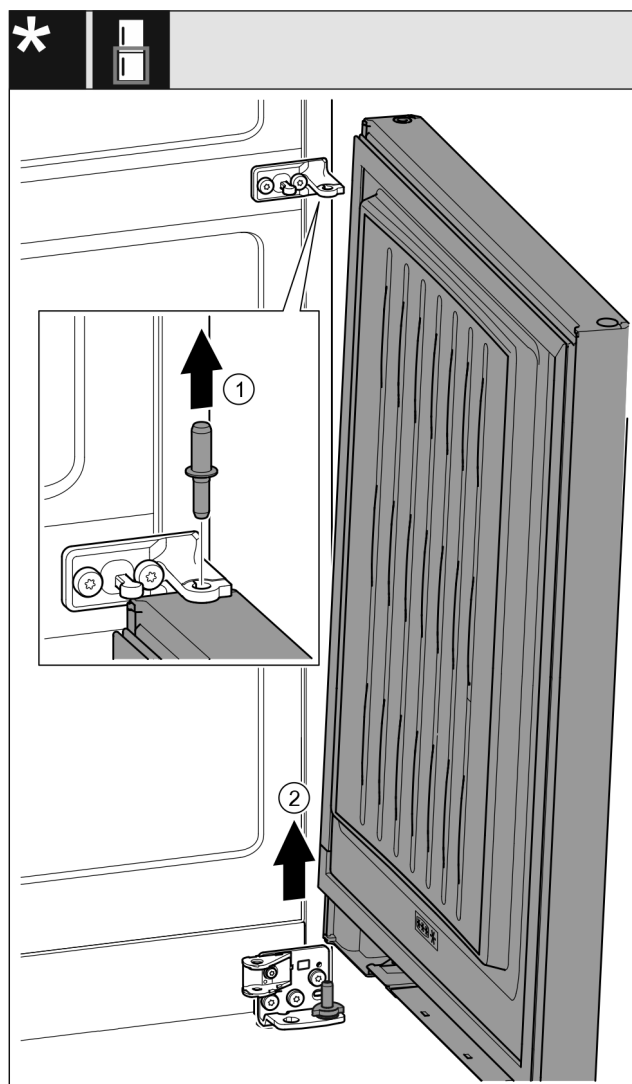

Fig. 25 *
- Čep Fig. 25 (1) vytáhněte nahoru.*
- Dveře Fig. 25 (2) kýváním vysadte a odložte stranou.*